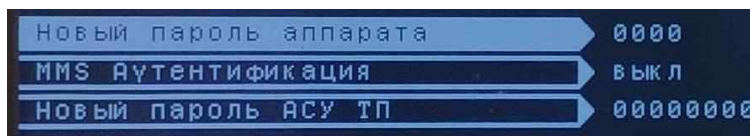

Рисунок 20 – Підрозділ «Зміна пароля»
**2.3. «Зміна пароля»** - підрозділ призначений для зміни раніше встановленого пароля (див. рисунок 20).